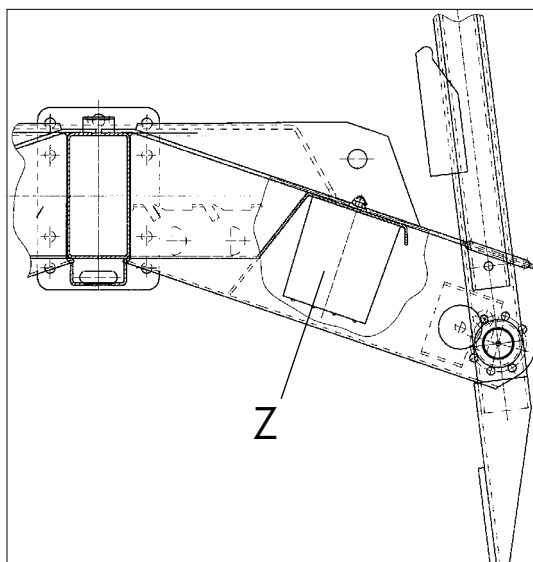

Bild 6-2
Zur Entlastung der Kreiselwerke beim Einsatz auf Flächen mit tiefen Fahrspuren und Rinnen ist es möglich, eine Hubarmmentlastung zu montieren. Dabei wird über jeweils einen Gummipuffer (Z) der Hubarm mit Kreisel und Fahrgestell entlastet. Es ist darauf zu achten, daß der Anbauträger möglichst weit ausgehoben wird, um die Entlastungswirkung zu erhöhen (Bild 6-2). Eventuell müssen die Gabelstücke nummeriert werden. (Kap.3.4.2.)